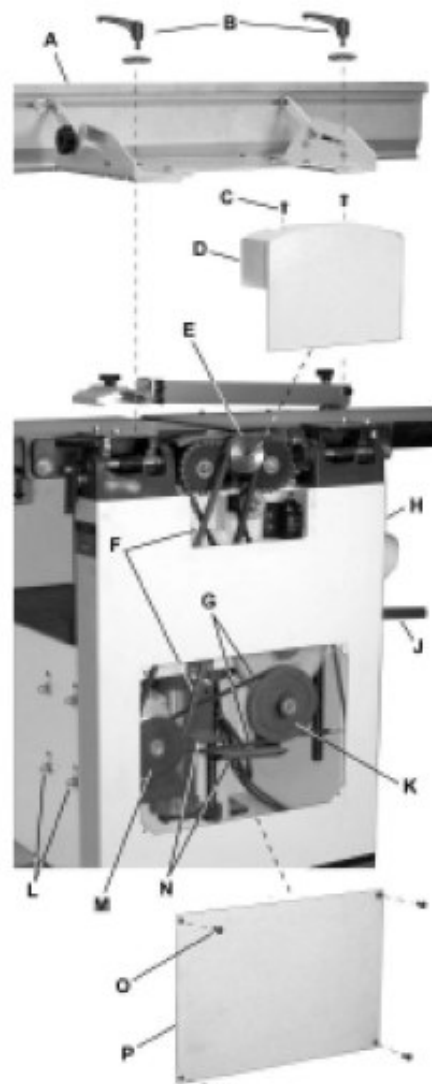

Abb. 5-10: Auswechseln des Riemens
4. Drehen Sie den Messerkopf (Pos. E), bis Messer Nummer eins die 12-Uhr-Position erreicht. Diese Position entspricht dem höchsten Punkt des Messers im Schnittbogen (Pos. C, Abb. 5-10).